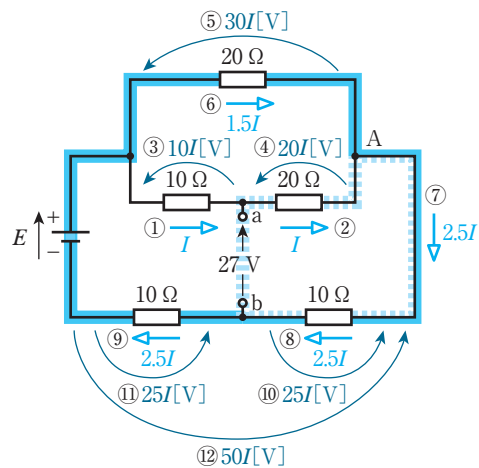

図8
電流 I を仮定するときのポイントは一番小さい電流が流れるところを選ぶことです。図8の場合①の抵抗 10Ω (または②の抵抗 20Ω) に流れる電流が一番小さそうですね。なぜ小さいとわかるかということ、まず回路が並列に分岐しているからです。分岐する前の⑧、⑨の抵抗 10Ω に流れる電流よりも、分岐した後の経路にある①の抵抗 10Ω に流れる電流のほうが小さいですね。よって、①に流れる電流を I と仮定します。